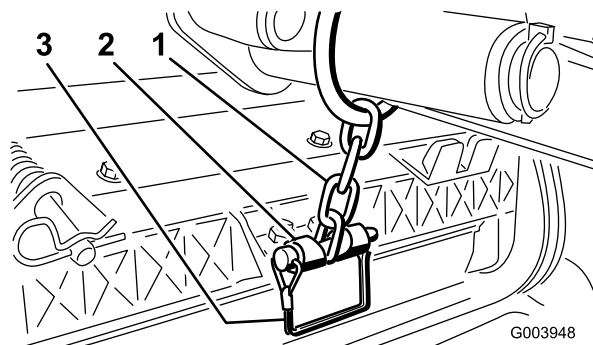

Figure 13
12. Fixez la chaîne du bras de relevage au support de la chaîne avec la goupille élastique (Figure 13). Utilisez le nombre de maillons mentionné dans le *Manuel de l'utilisateur* du plateau de coupe.